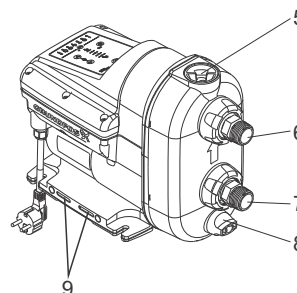

Fig. 20 Bomba SCALA2
5. Abra poco a poco el tapón de cebado y retírelo. Consulte la fig. 20 (5).
6. Retire el tapón de drenaje y drene la bomba. Consulte la fig. 20 (8).
7. Desenrosque la tuerca de unión que mantiene sujeta la conexión de aspiración. Consulte la fig. 20 (7). Dependiendo del tipo de instalación, puede que sea necesario desconectar las tuberías de las conexiones de aspiración y descarga.
5. Abra poco a poco el tapón de cebado y retírelo. Consulte la fig. 20 (5). El tapón y la válvula de retención forman un solo conjunto.